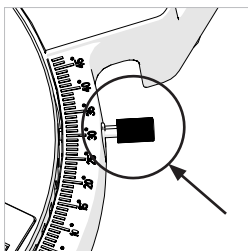

Fig. 12
- Desaperte o parafuso de bloqueio do ângulo de esquadria. **(Fig.12)** Pode encontrá-lo na parte da frente do lado direito da mesa perto da marca do índice de 30°.